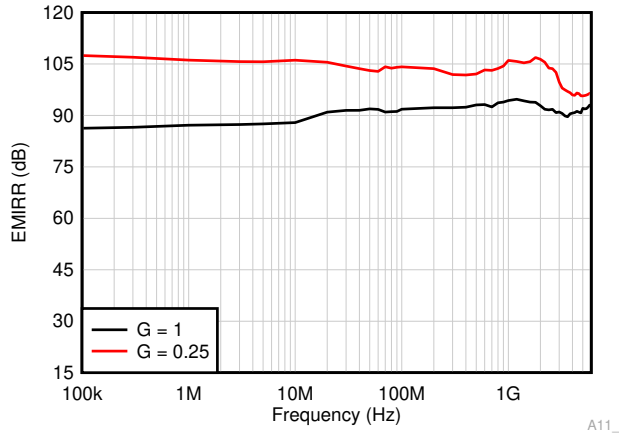
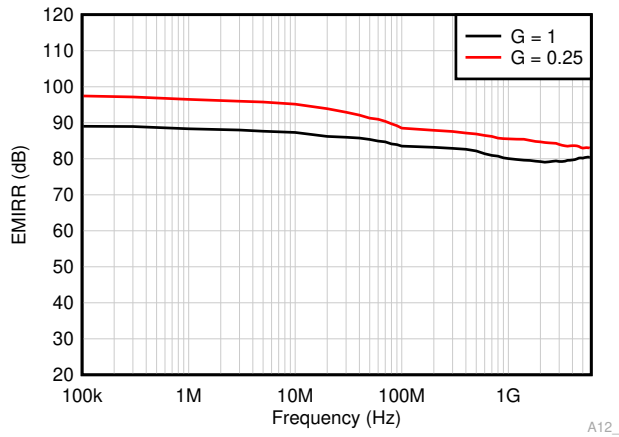

图 7-4. 以输出为基准的电磁干扰抑制比与频率间的关系 (差分输入)
图 7-5. 以输出为基准的电磁干扰抑制比与频率间的关系 (共模输入)
INA500 采用集成电磁干扰 (EMI) 滤波来减少无线通信设备、混合使用模拟信号链和数字元件的高密度电路板等干扰源产生的 EMI 效应。通过电路设计技术可改进 EMI 抗扰度；INA500 受益于这些设计改进措施。德州仪器 (TI) 能够在从 10MHz 延伸至 6GHz 的宽频谱上准确地测量和量化运算放大器的抗扰度。图 7-4 显示了对 INA500 进行差分 EMI 干扰测试的结果，图 7-5 显示了对 INA500 进行共模 EMI 干扰测试的结果。表 7-2 提供了 INA500 在实际应用中通常会遇到的特定频率下的 EMIRR IN+ 值。运算放大器的 EMI 抑制比应用报告包含了与运算放大器相关的 EMIRR 性能主题，该报告可在 [www.ti.com](http://www.ti.com) 上下载。